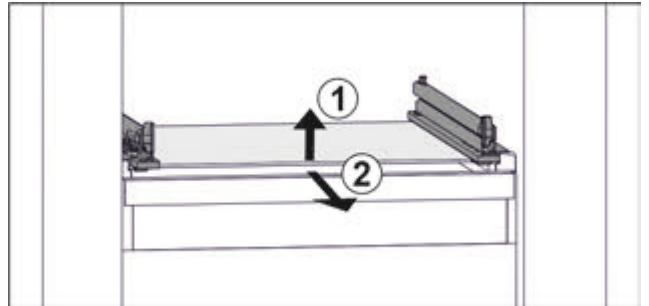

Fig. 68 Приблизне відображення скляної пластини
- ▶ Підняти скляну пластину спереду. Fig. 68 (1)
- ▶ Вийняти скляну пластину рухом вперед. Fig. 68 (2)